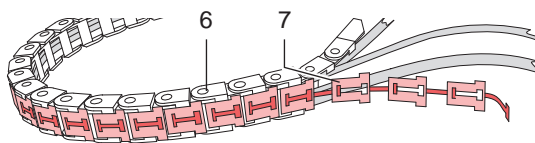

Bild 17 Öffnen der Energiekette - Aufschlagsensor
**Aufschlagsensor (1)**
- ▶ Schrauben (5) lösen, um Energiekette einseitig zu demontieren.
- ▶ Die ineinander verhakten T-förmigen Teile (7) aus den U-förmigen Teilen (6) der Energiekette lösen (Bild 17)
- ▶ Energiekette wieder schließen. T-förmige Teile (7) in die U-förmigen Teile (6) eindrücken
- ▶ Energiekette wieder montieren und Schrauben (8) anziehen.